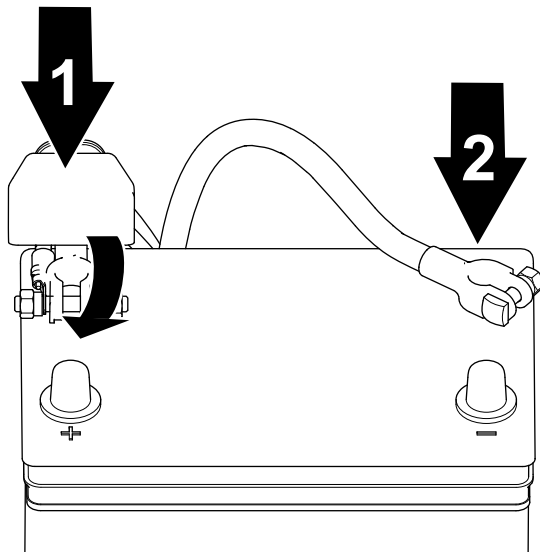

Figura 90
1. Conecte el cable positivo a la batería y apriete la tuerca de pinza de la batería (Figura 90).
2. Conecte el cable negativo a la batería y apriete la tuerca de pinza de la batería (Figura 90).